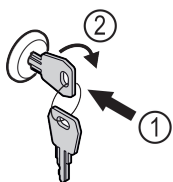

Fig. 180 Exempel
- ▶ Sätt in nyckeln Fig. 180 (1).
- ▶ Vrid nyckeln 90° medurs Fig. 180 (2).